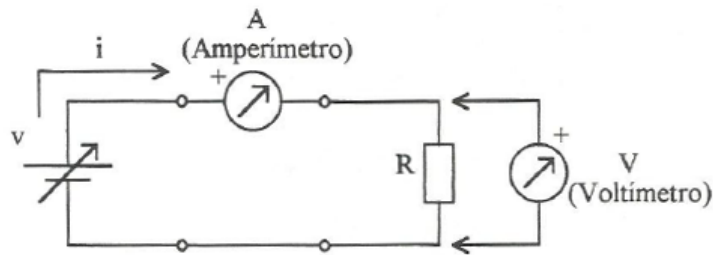

Figura 3: Montagem para avaliar-se a Lei de Ohm.
1. Montar o circuito ilustrado na figura 3.